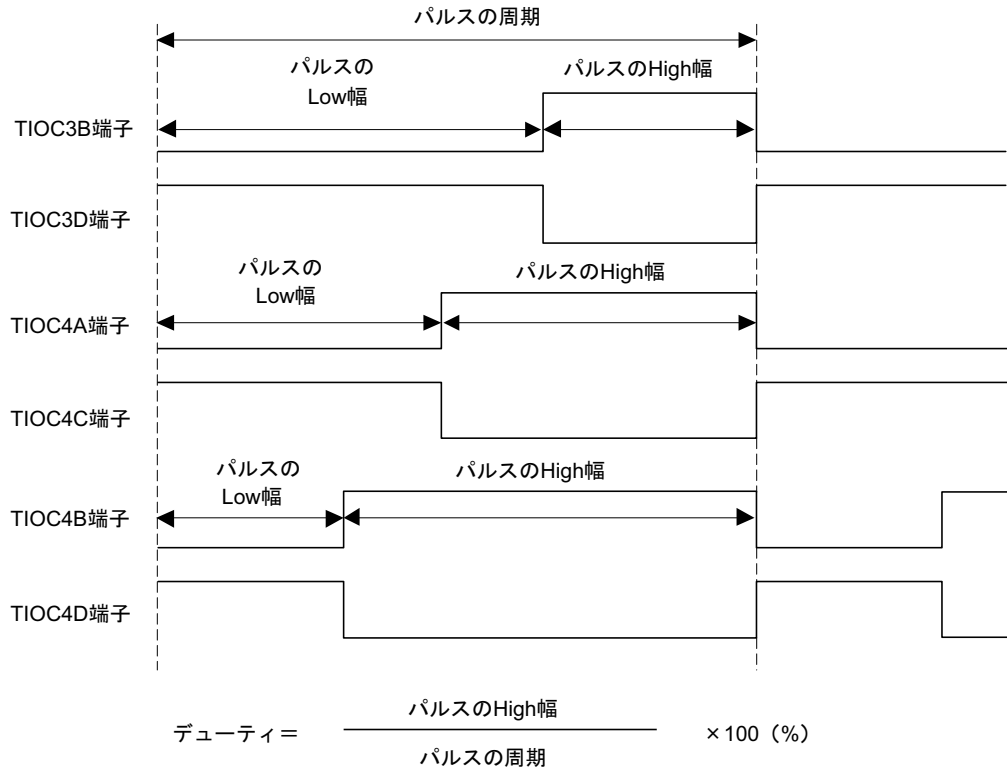

図 2.12 正相・逆相 PWM3 相出力波形
- (1) 図2.12に示すようにパルスのHigh幅を変化させ、デューティを変化できるパルス（デューティパルス）を正相と逆相で3相出力します。
- (2) 内蔵周辺クロックPφ=40.0MHz動作時、出力するパルスの周期は25.0nsから1.63msの間で任意に設定できます。